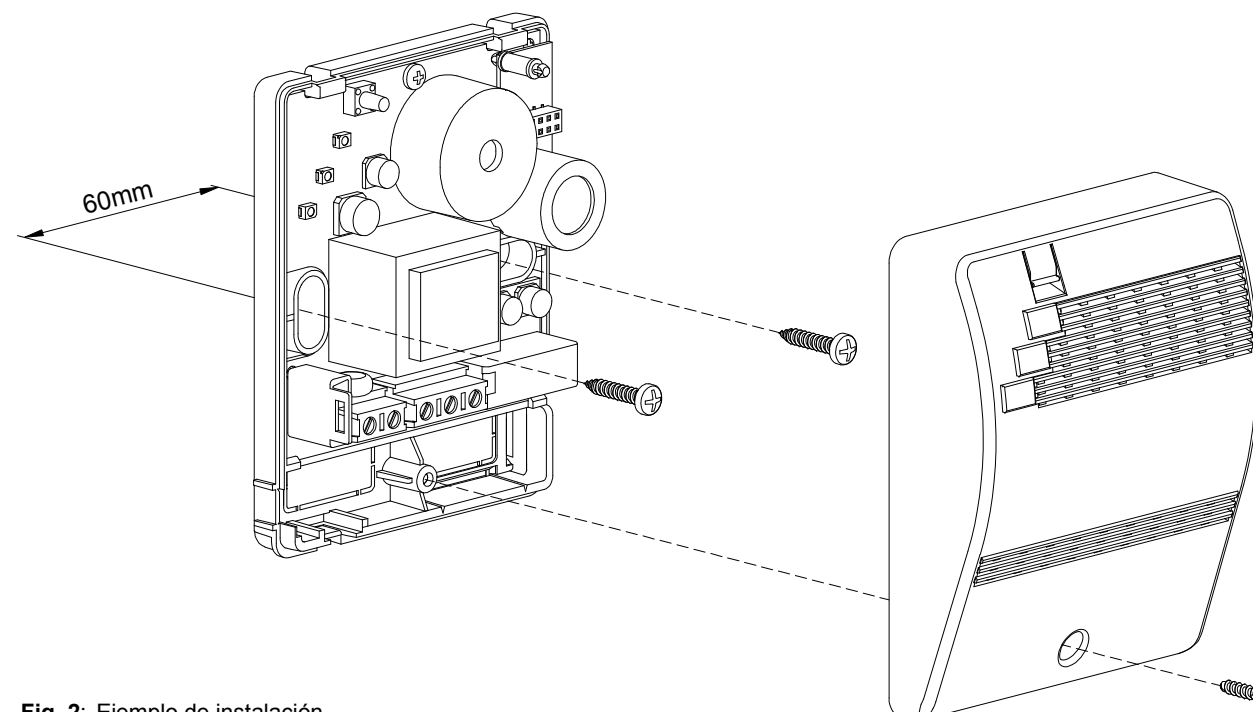

Fig. 2: Ejemplo de instalación.
3. Quite la tapa, así como se indica en la Fig. 2:
Para acceder a la bornera, desenrosque el tornillo presente y quite la parte delantera (Fig. 2).